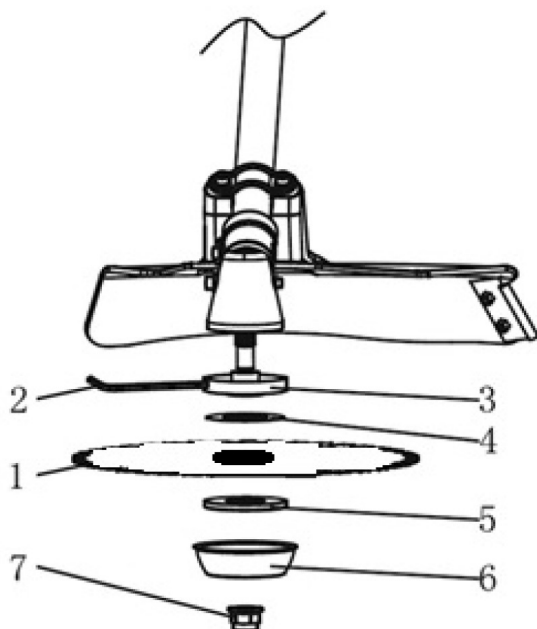

Рис. 4
Наденьте на вал редуктора внутренний фланец (3). Рис. 4. Совместите стопорное отверстие на корпусе редуктора с отверстием на шайбе опорной (3). Вставьте в стопорное отверстие фланца шестигранный ключ (2) или стопорный штифт соответствующего диаметра. Установите промежуточную шайбу (4).